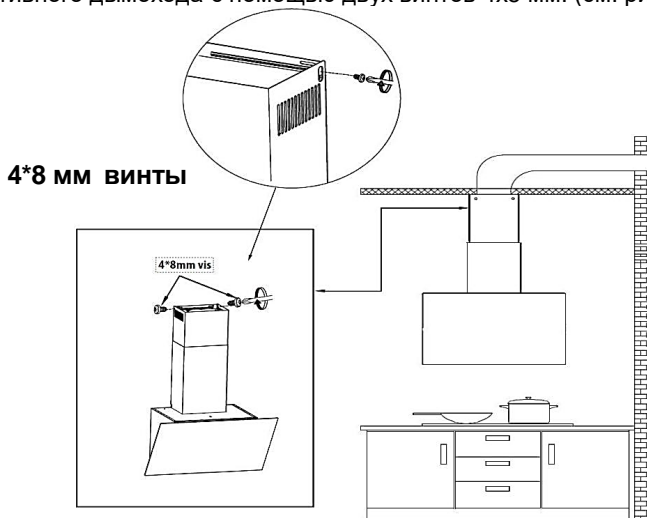

Рисунок 17
16. Закрепите верхнюю часть декоративного дымохода на кронштейне для подвеса верхней части декоративного дымохода с помощью двух винтов 4x8 мм. (см. рисунок 17)